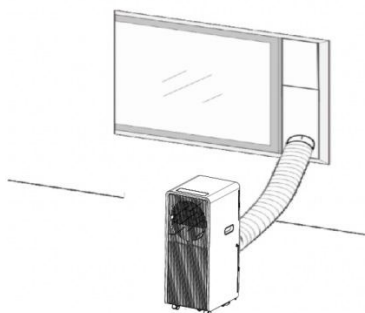
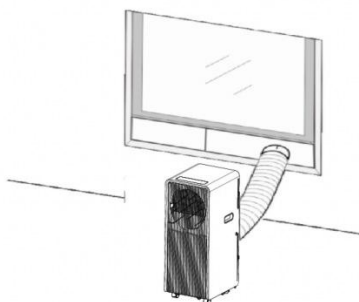

Fig.2
Fig. 2a
- 2) Come mostrato in Fig. 2 e Fig. 2a., installare il tubo di scarico e regolare bene la posizione della finestra.